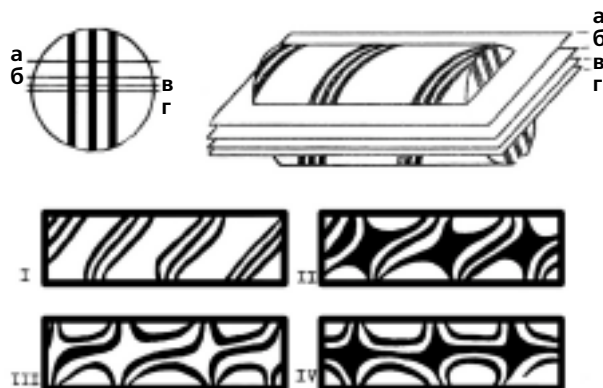

Рис. 4. Схема получения узоров по А. Льестьюлю; блок содержит три «стальных пластинки»: а-г — места продольного разреза блока; I-IV — соответствующие им узоры
А. Льестоль провел широкое исследование узоров мечей из дамаскской стали. Он брал пластилин двух цветов и, оперируя им, наглядно демонстрировал технологию получения дамаскских узоров. А. Льестоль дает схему изготовления крученого бруска и виды узоров, получаемых при продольном разрезе этого бруска (рис. 4). Методи-
ка моделирования состоит в следующем. Сначала берут три «стальных» пластинки (черный пластилин), между ними помещают две «железные» пластинки (белый пластилин) такой же толщины. После этого с внешних сторон помещают «железные» пластинки потоньше. Срезая лишний пластилин, блоку придают круглую форму и затем скручивают его несколько раз вокруг продольной оси. Сделав продольные разрезы этого скрученного бруска на разных расстояниях от центра, получают узоры различных видов. Если такой крученный брусок (см. рис. 4) разрезать по центральной линии (г), получается крестовидный узор (IV); если разрезать ближе к краю (а), получается узор из косых линий (I), а разрезы между указанными плоскостями (б, в) дают